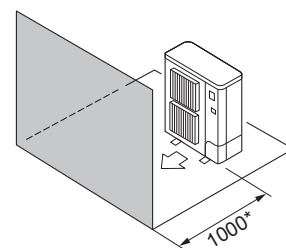

Fig. 2-6
- ④ Hindringer kun foran (Fig. 2-6)